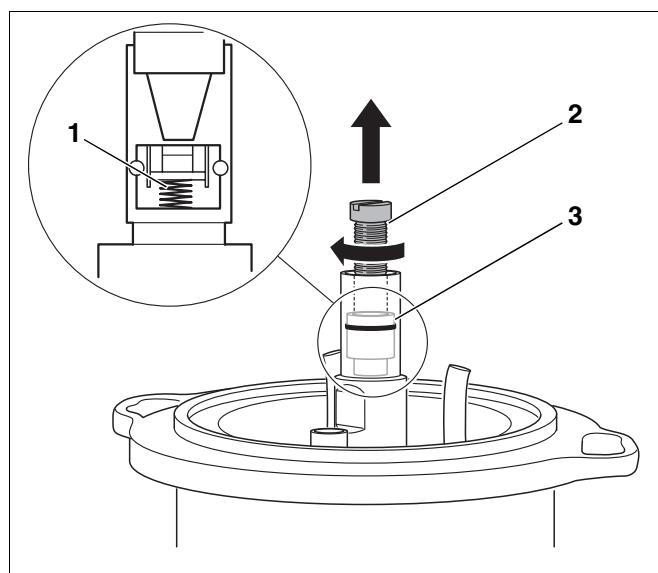

Рис. 31 Замена запорного клапана
Запорный клапан (рис. 31, **поз. 3**) в подогревателе топлива работает как обратный клапан. Работающий топливный насос подает дизтопливо через запорный клапан. При выключении насоса клапан закрывается пружиной (рис. 31, **поз. 1**).
- Ввернуть винт M5 x 50 (рис. 31, **поз. 2**).
- Вынуть запорный клапан (рис. 31, **поз. 3**).